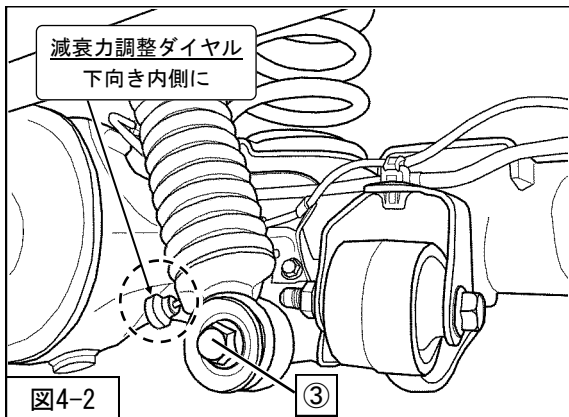

図4-2
2. ③リアショックアブソーバASSYロア取付ボルト・ナットを仮締めして、リアショックアブソーバASSYを車両に取付けてください。（図4-2）
を本締めしてください。（図4-2・4-3）